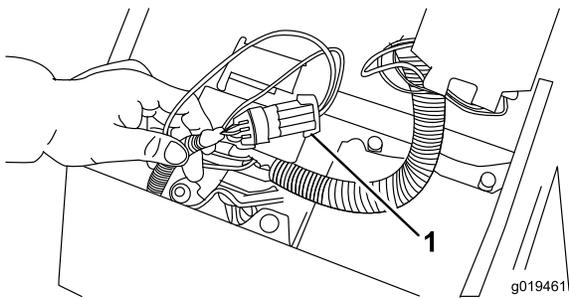

図 38
- コントロールパネルのカバーを開ける。中に入っているワイヤハーネスとループバック・コネクタを見つける。ワイヤハーネスのコネクタからループバック・コネクタ（図 38）を注意深く外す。